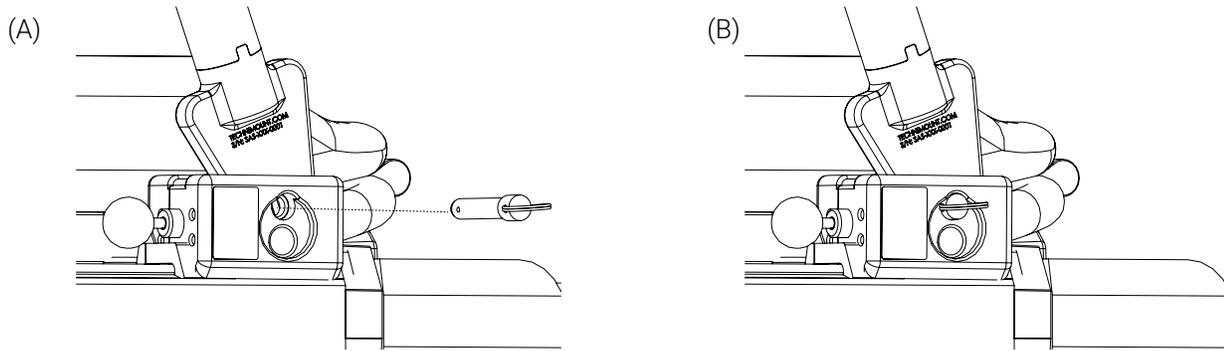

Figure 12: Goupille de verrouillage installée
4. Réinsérer la goupille de verrouillage. Pousser la goupille de verrouillage jusqu'à ce que l'anneau soit plat contre la paroi du bloc d'ancrage (Figure 12).